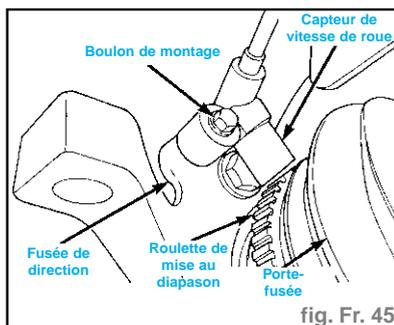

fig. Fr. 45
- Déposer le boulon de fixation de la tête du capteur de vitesse du véhicule sur le porte-fusée (fig. Fr. 45).